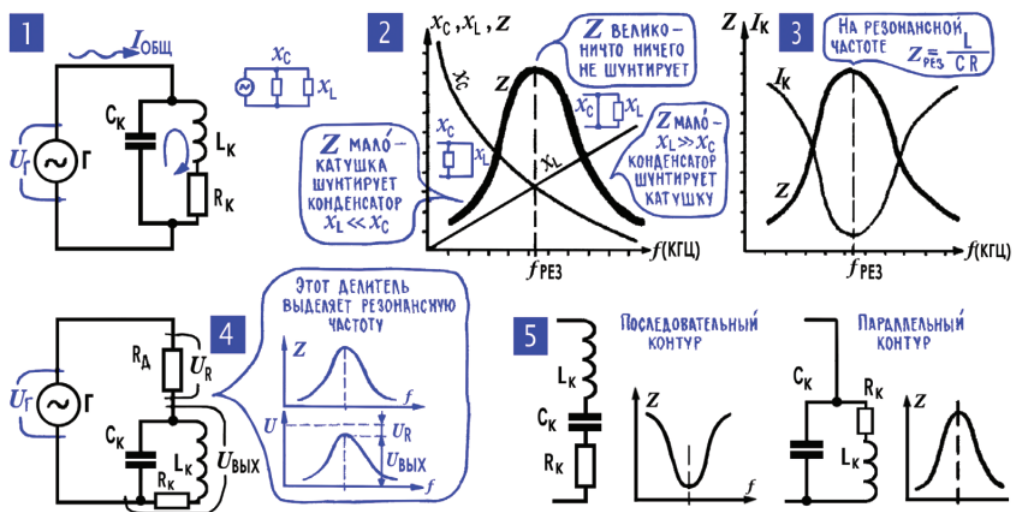

Рис. 6.17. Параллельный LC-контур
**23. На резонансной частоте сопротивление параллельного контура резко возрастает.** В самом упрощенном виде параллельный LC-контур можно рассматривать как цепь, состоящую из двух параллельно соединенных сопротивлений  $x_L$  и  $x_C$  (рис. 6.17). На низших частотах сопротивление  $x_L$  мало и катушка шунтирует конденсатор. На высших частотах мало сопротивление  $x_C$  и конденсатор шунтирует катушку. И лишь на резонансной частоте никто никого не шунтирует и общее сопротивление параллельного контура оказывается весьма большим. При этом, естественно, уменьшается общий ток в цепи генератора (рис. 6.17; 3) – это вполне согласуется с законом Ома. И еще одна интересная деталь: если включить параллельный контур в делитель напряжения (рис. 6.17; 4), то этот контур за счет своего большого сопротивления на резонансной частоте будет выделять только напряжение этой частоты из всех напряжений, подводимых к делителю.